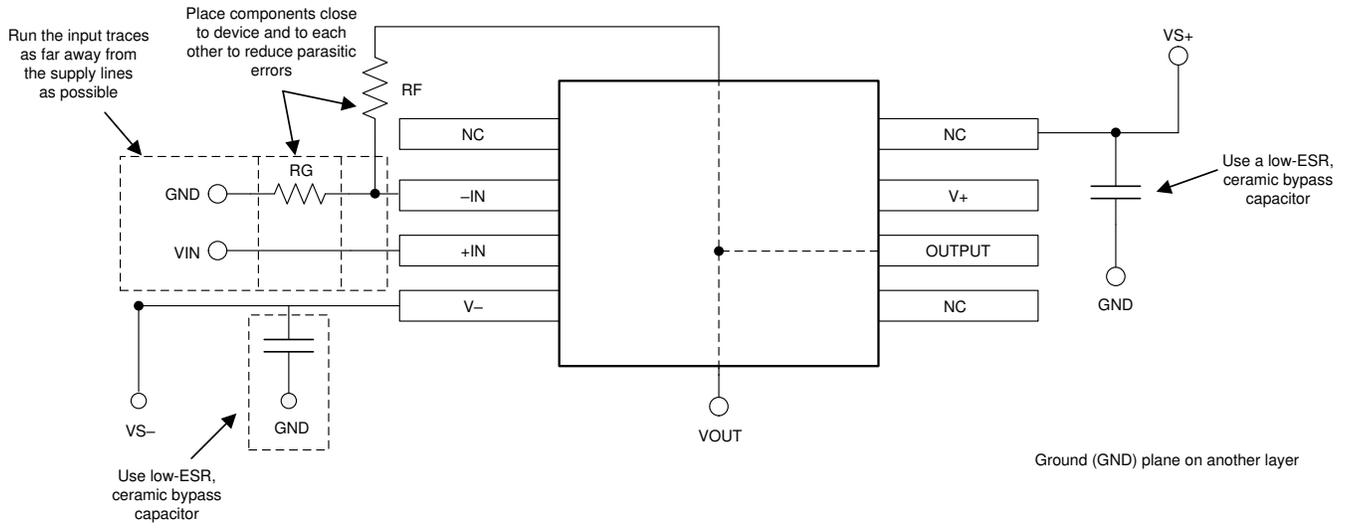

图 10-2. 同相配置的运算放大器电路板布局布线
- 外部元件应尽量靠近器件放置。如图 10-2 所示，保持 R_F 和 R_G 接近反相输入可以最大限度地减少寄生电容。